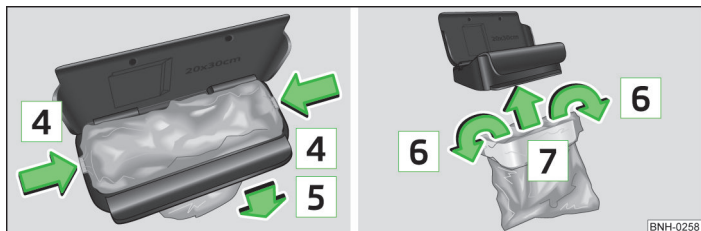

Fig. 68 Sostituzione del sacchetto
- Premere i due naselli di innesto dell'intelaiatura interna in direzione della freccia 4 » fig. 68 allontanandola dal corpo del contenitore.